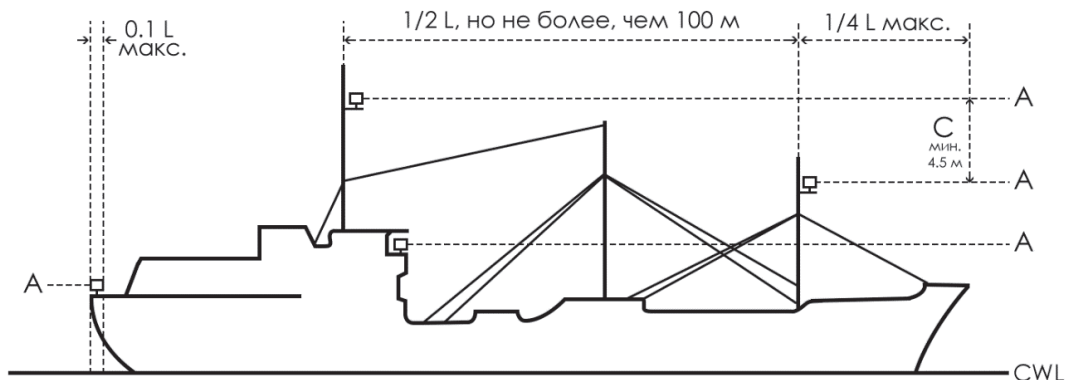
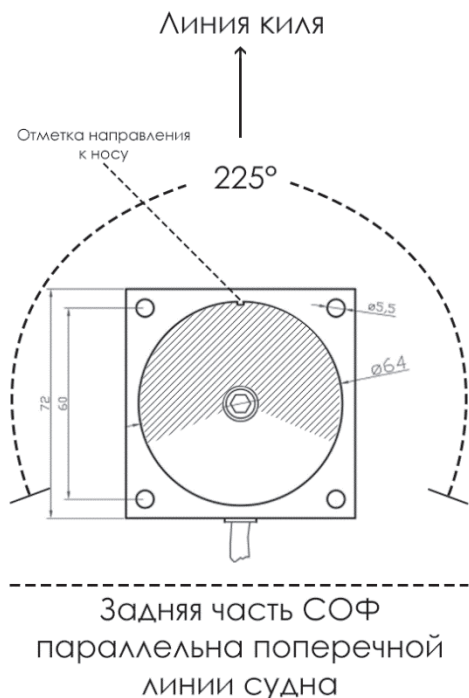
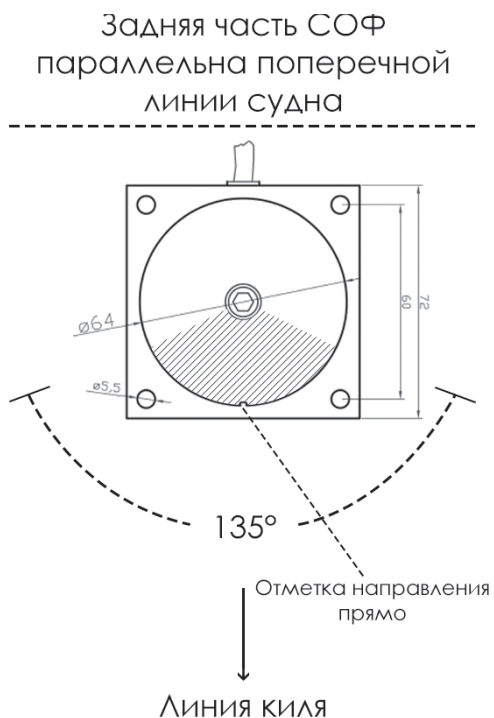

Рис. 1 «Установка топовых СОФ»
Рис. 3 «Позиционирование топовых СОФ»
Рис. 4 «Позиционирование кормовых СОФ»
При установке СОФ, его горизонтальная плоскость (A), должна быть параллельна конструктивной ватерлинии (CWL) (Рис. 1). Отметка направления к носу на СОФ должна располагаться параллельно линии киля, в соответствии с разметкой на судне. Для точной установки воспользуйтесь Рис. 2. Особое внимание должно быть уделено направлению относительно носа судна. Расчеты **X** (Рис. 2) должны быть выполнены точно, в противном случае интенсивность света в направлении прямо может уменьшиться.
При установке СОФ его горизонтальная плоскость (А) должна быть параллельна конструктивной ватерлинии (CWL) (Рис. 1). Отметка направления к носу, расположенная на СОФ (Рис. 3) должна располагаться на и над линией киля, в соответствии с разметкой на судне. Для точной установки, см. Рис 3.
При установке СОФ его горизонтальная плоскость (А) должна быть параллельна конструктивной ватерлинии (CWL) (Рис. 1). Отметка направления прямо, расположенная на СОФ (Рис. 4), должна располагаться на и над линией киля, в соответствии с разметкой на судне. Для точной установки, см. Рис 4.